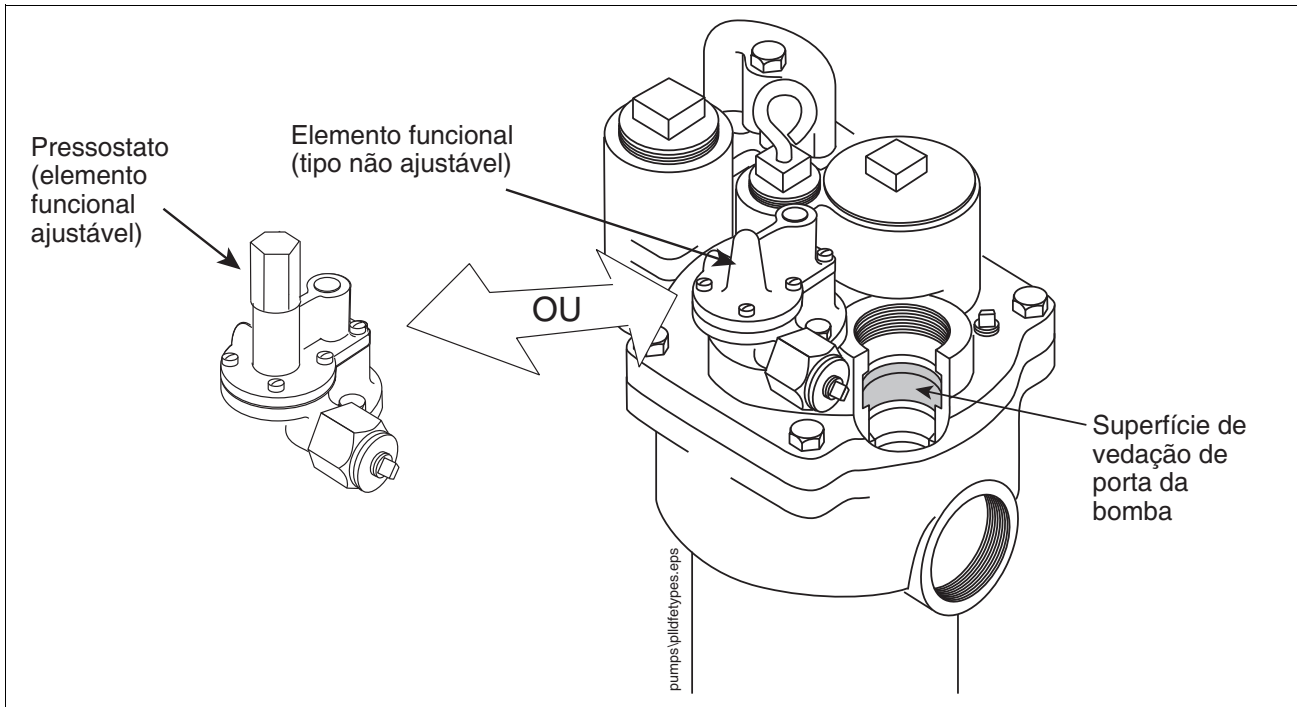

Figura 3. Superfície de vedação para anel o-ring externo da válvula de retenção rápida (com ambos os tipos de elemento funcional identificados)
4. Certifique-se de que a superfície de vedação para o anel o-ring externo da válvula de retenção rápida esteja lisa e sem corrosão, desgaste ou sujeira [Figura 3].